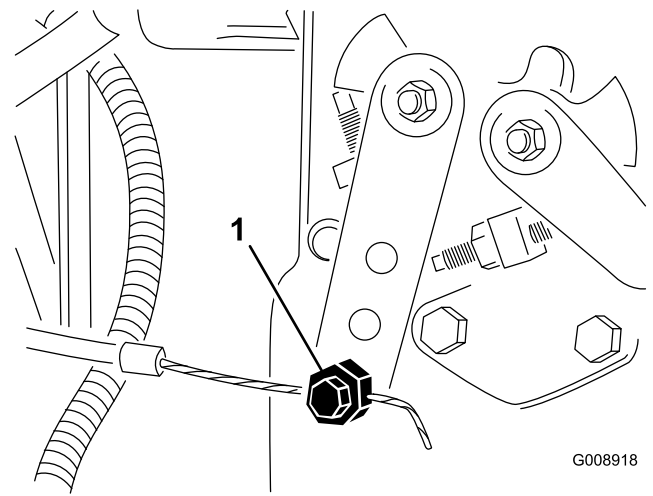

図 87
4. 噴射ポンプのレバーアーム **図 87** の部分にあるスロットルケーブルのコネクタをゆるめる。